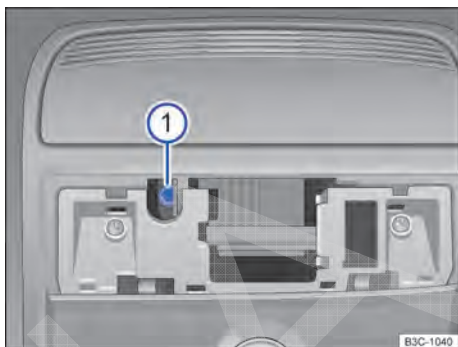

Fig. 219 Parafuso sextavado para fechamento do teto solar panorâmico.
- Encaixar uma chave sextavada comum¹⁾ de tamanho de 4 mm no parafuso sextavado ⇒ Fig. 219 .